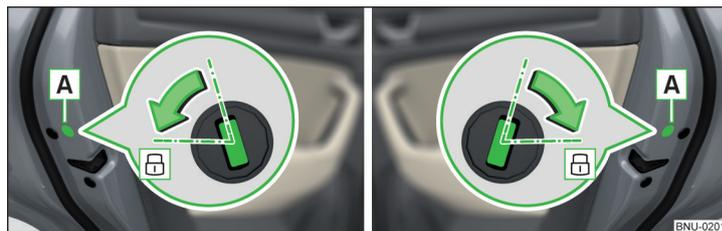

Fig. 252 Puerta izquierda / Puerta derecha
- En vehículos con la visera **A**, eliminar esta visera » fig. 252.